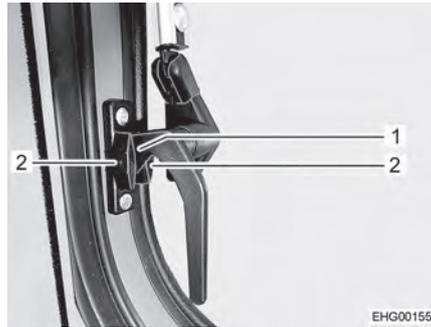

Fig. 43 Levier de verrouillage, latéral, (position "Aération permanente")
- Tourner les leviers de verrouillage latéraux d'un quart de tour vers le bas. Faire passer le tenon de verrouillage (Fig. 43,1) entre les deux moitiés du bloc de verrouillage.